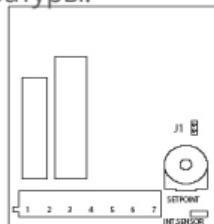

Рисунок 3
Открутите шурупы и снимите крышку (B) (Рисунок 3).